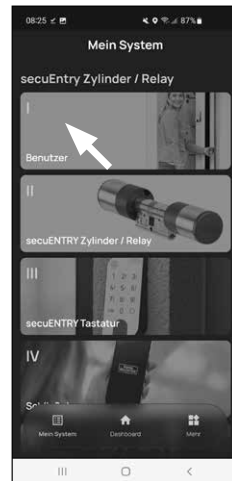

Abb. 5
- Tippen Sie auf den ersten Menüpunkt „I - Benutzer“ (Abb. 5).